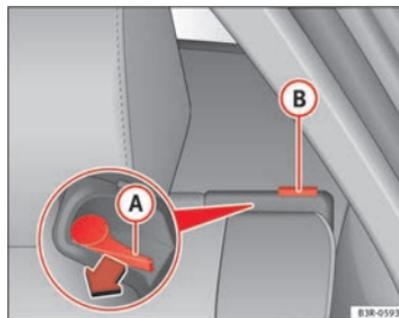

Fig. 116 Palanca de desbloqueo del respaldo
- Oprima la palanca de desbloqueo **(A)** ⇒ fig. 116 en la dirección de la flecha.